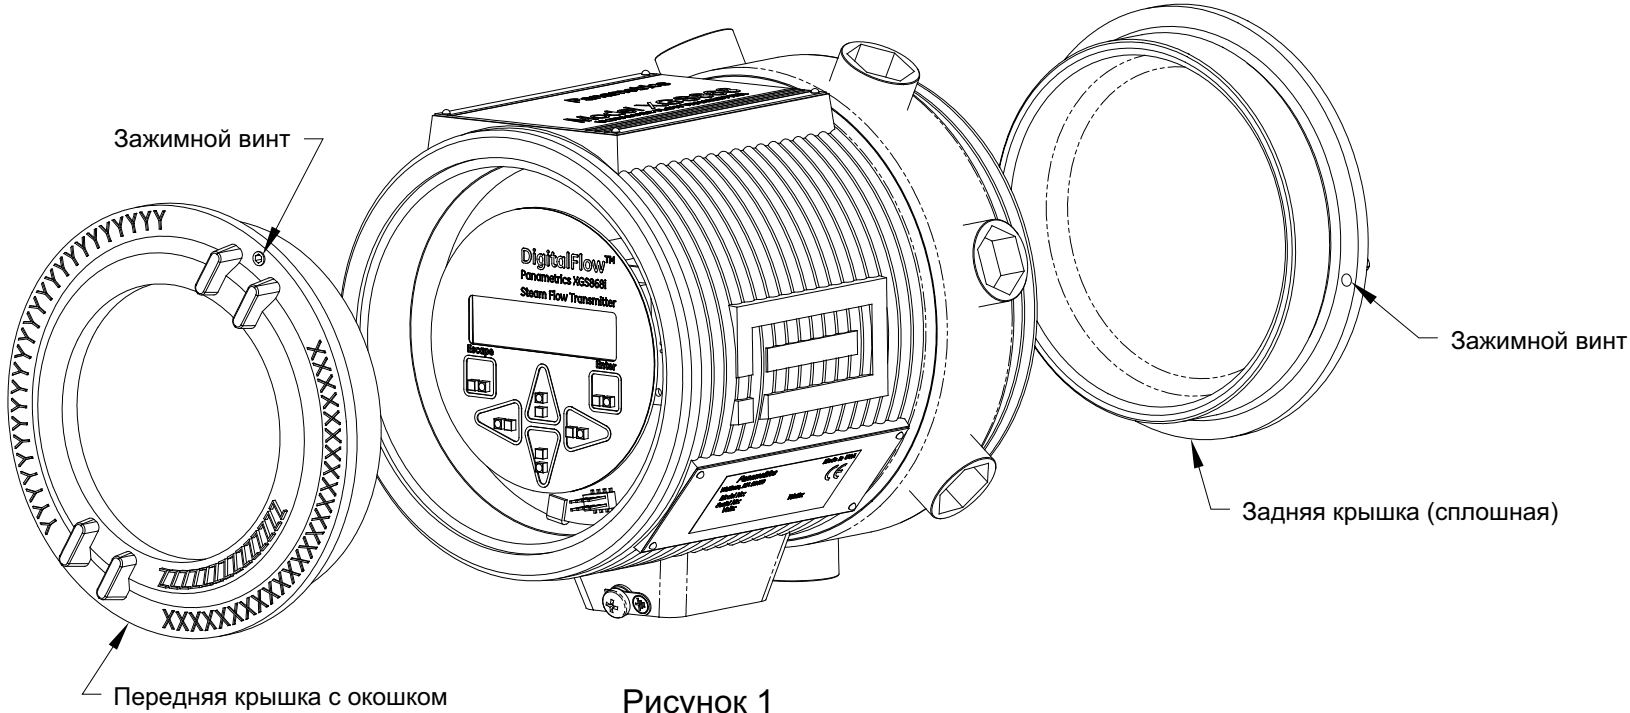

Рисунок 1
- Установите переднюю и заднюю крышки на блок электроники и закрепите их на месте прилагаемыми установочными винтами (см. *рис. 1*).